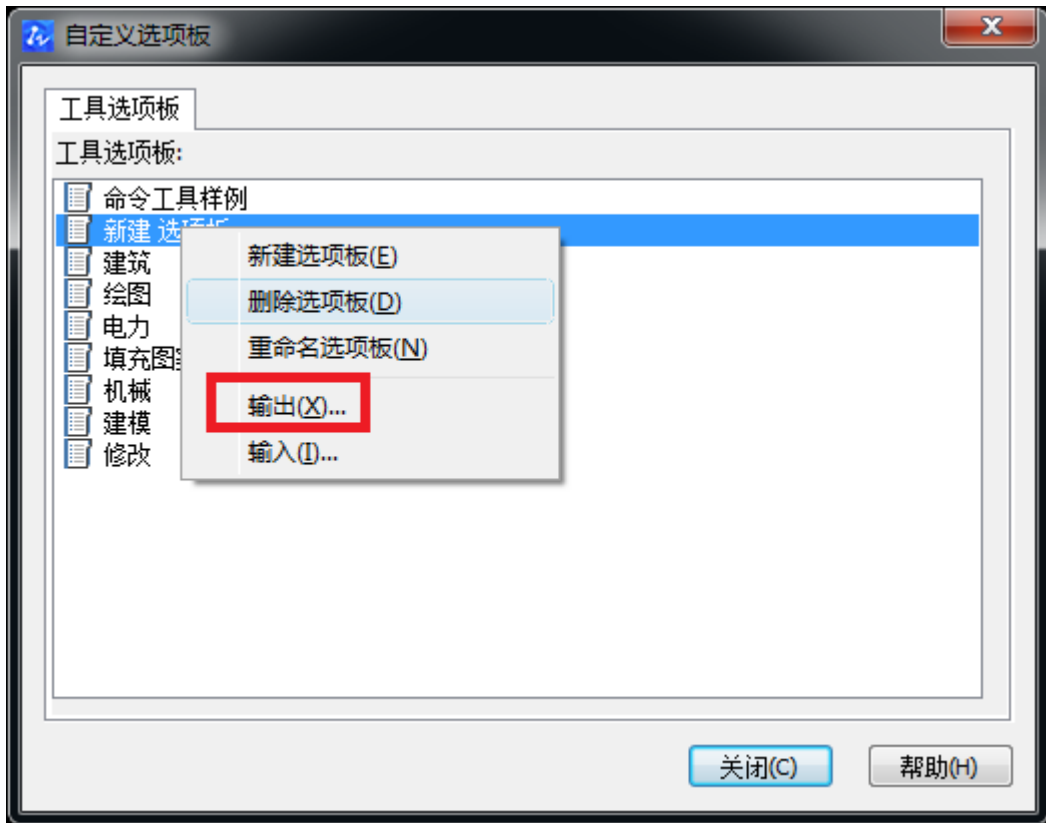

图 5-49 “工具选项板”输出
2. 系统弹出【自定义选项板】对话框，在【工具选项板】选项卡里，选中要输出的选项板，点击右键，在弹出的快捷菜单中选择【输出】，如图 5-49 所示。